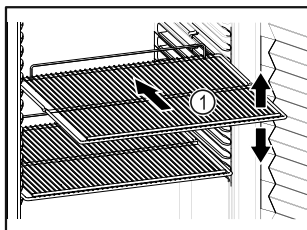

Fig. 73 Représentation à titre d'exemple
- ❑ Si les surfaces de rangement Fig. 73 (1) sont mobiles, les régler en hauteur.